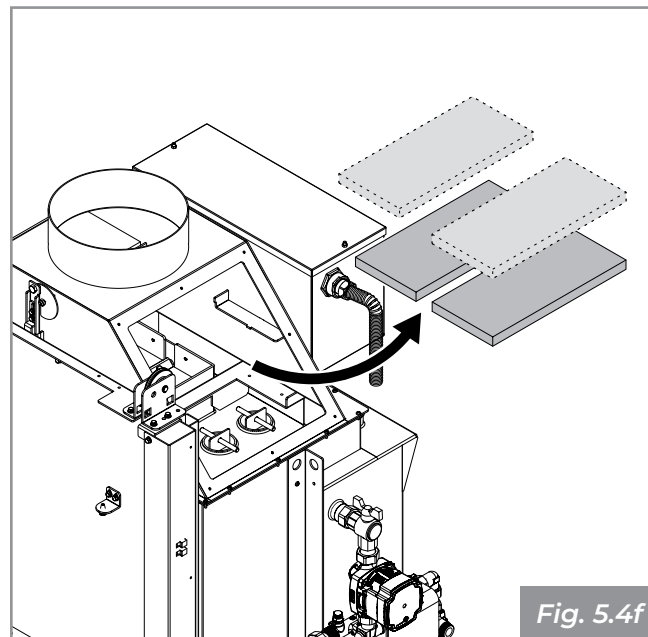

Fig. 5.4f
- Extraiga los deflectores de humo de magnofix y elimine los restos de hollín (**Fig. 5.4f**).